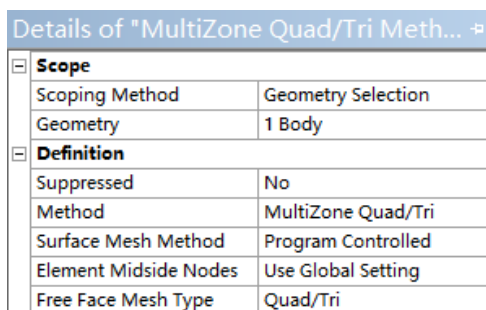

图 18-7 设置划分方法
3) 在“Mesh”上右击，选择“Insert”→“Method”，然后选择待划分的面体，在细节 窗口中的“Geometry”下单击“Apply”按钮，并设置细节窗口中的“Method”为 “MultiZone Quad/Tri”，如图 18-7 所示。